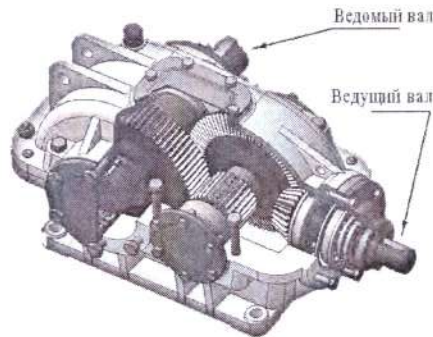

Рис. 5. Зубчатый редуктор
- Определите КПД редуктора (рис. 5), если мощность на его ведомом валу $N_2 = 12$ кВт, крутящий момент на ведущем валу $T_1 = 100$ Нм, частота вращения ведущего вала $\omega_1 = 140$ рад/с.